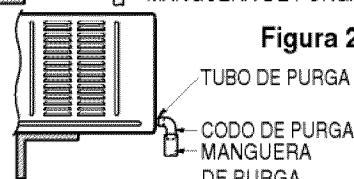

Figura 2
3. Conecte un codo de tubo de 9/16" de diámetro interior a la tubería de purga, después conecte una manguera de purga de 9/16" de diámetro interior al codo de tubo como se muestra en la Figura 2.